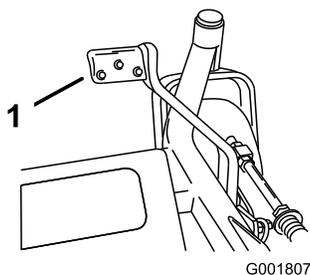

Figure 22
2. Appuyez sur ce levier tout en tirant sur le levier de sélection de hauteur de coupe (Figure 22).